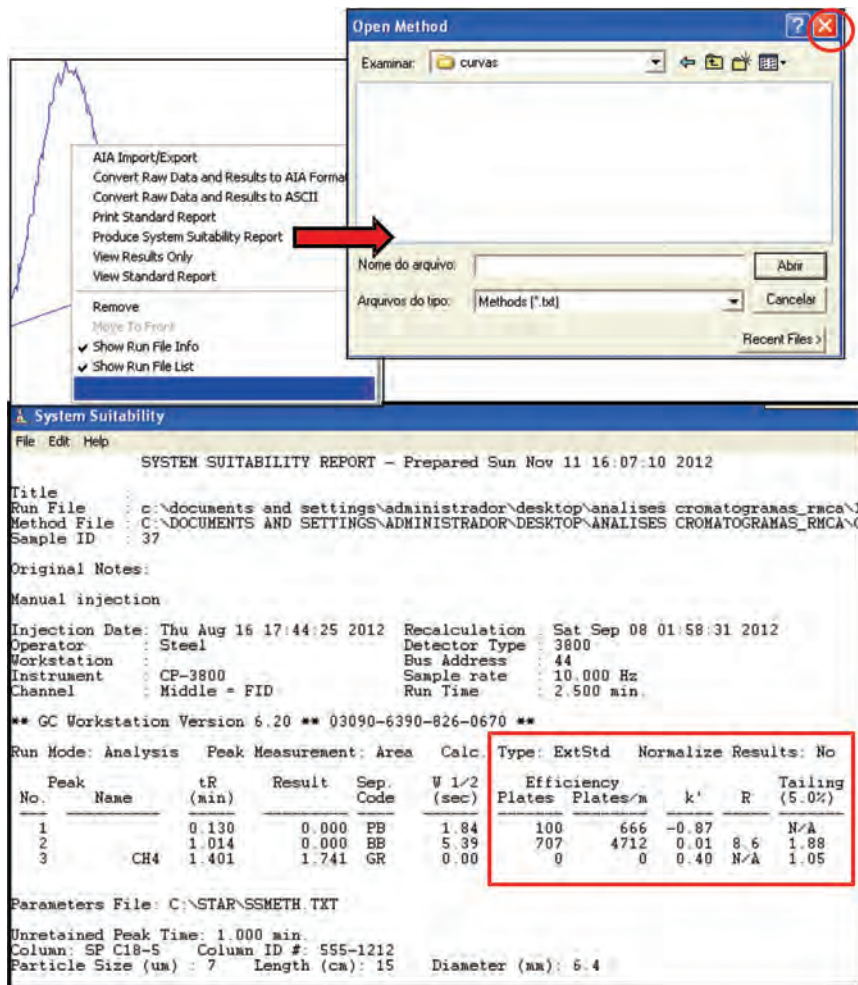

Figura 44. Comandos para abrir a função *Produce System Suitability Report*.
- A verificação de números de pratos teóricos é feita na função ***Produce system suitability report***. Clicar com o botão direito em cima do cromatograma → ***Produce System Suitability Report Open Method*** → Fechar (❌) → ***System Suitability*** (Figura 44).